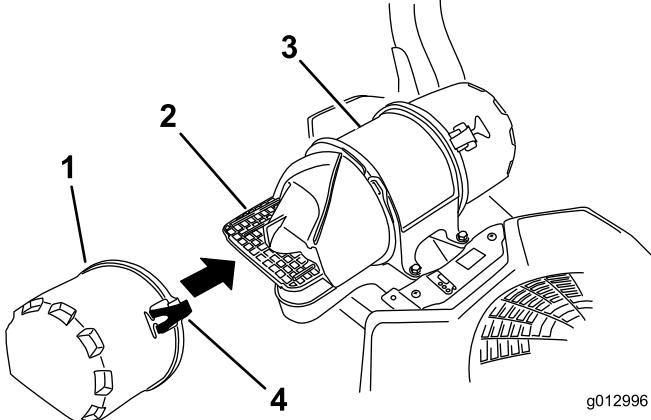

Figura 63
3. Abra los cierres del limpiador de aire y tire de la tapa de la entrada de aire para separarla del cuerpo del limpiador de aire (Figura 63).
5. Instale la tapa de la entrada de aire y sujetela con los enganches (Figura 63).